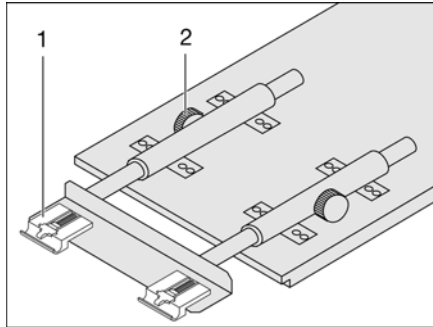

Fig. 91 Allungare il tavolo sospeso
- Svitare le viti a testa cilindrica zigrinata (Fig. 91,2).
- Sollevare leggermente il piano del tavolo in avanti ed estrarlo fino all'arresto. La prolunga del tavolo (Fig. 91,1) è completamente estratta.
- Sollevare leggermente il piano del tavolo e spingerlo all'indietro fino all'arresto. La prolunga del tavolo (Fig. 91,1) è completamente rientrata.